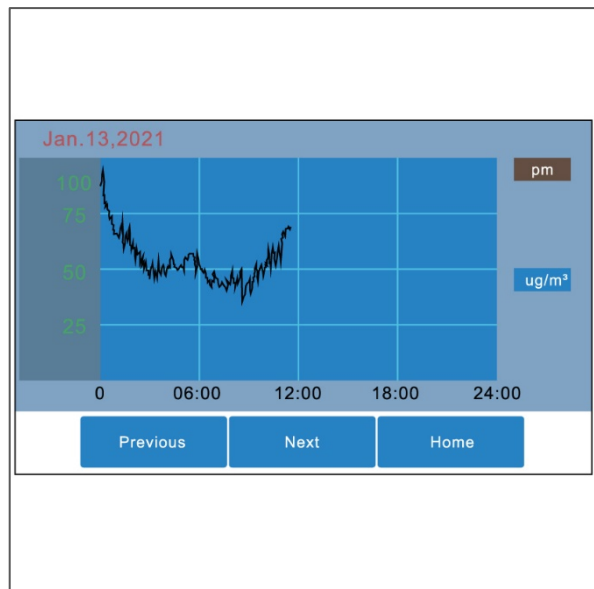

Figure 13
2. La vue d'ensemble des PM s'affiche (Figure 13).